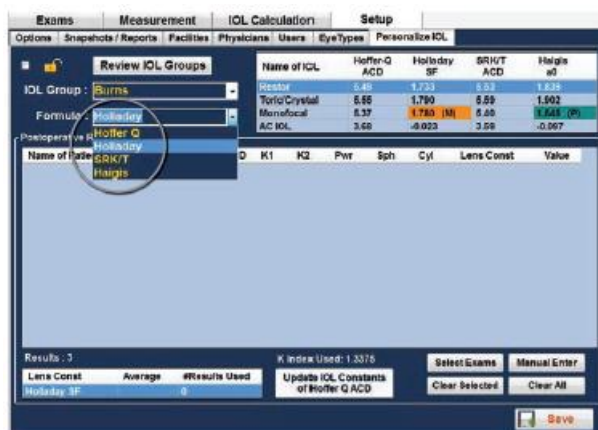

Рисунок 5-73 Выбор формулы
7. При помощи мышки выберите формулу, которая будет применяться. Смотрите рисунок 5-73.